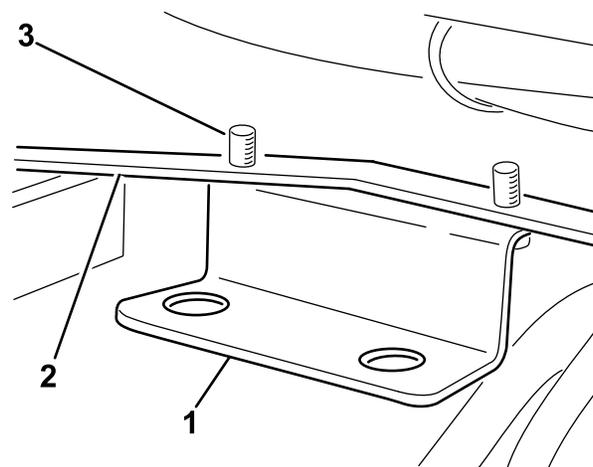

Figura 14
2. Utilizzate 2 viti autofilettanti (5/16" x 1/2") per fissare la staffa del flessibile al supporto del telaio (Figura 14).